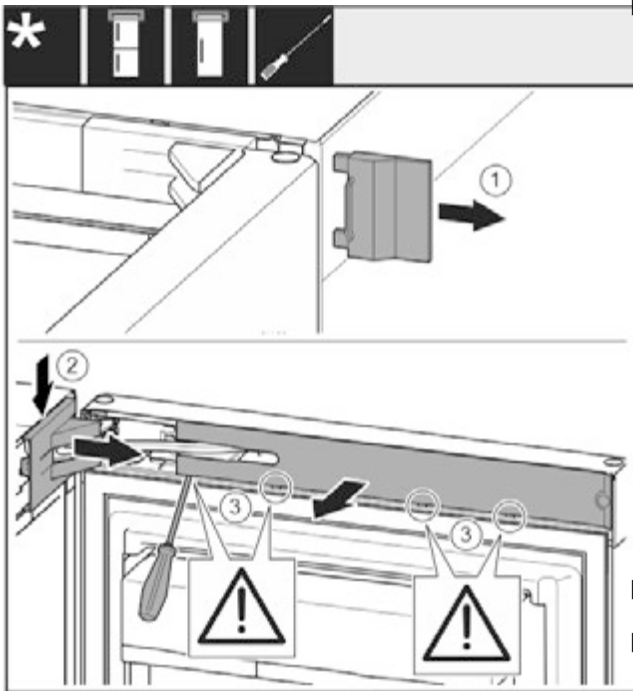

Fig. 6
► Зніміть зовнішню кришку. Fig. 6 (1)
► Звільніть і ослабте кришку опорного кронштейна. Зніміть кришку опорного кронштейна. Fig. 6 (2)
► За допомогою шліцевої викрутки звільніть від фіксатора та поверніть убік накладку. Fig. 6 (3)